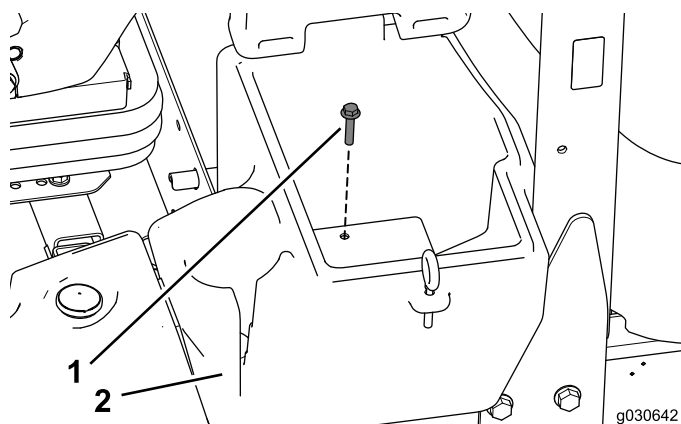

図 1
1. 機体左側の荷物置きスペースを固定しているボルトを取り外す 図 1。